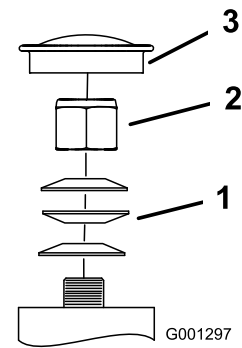

Figure 40
Important: Veillez à placer les rondelles comme illustré (Figure 40).
5. Remettez le capuchon anti-poussière en place (Figure 40).
3. Retirez le capuchon anti-poussière de la roue pivotante et serrez le contre-écrou (Figure 40).
4. Continuez de le serrer jusqu'à ce que les rondelles élastiques soient aplaties, puis desserrez-le de 1/4 de tour pour obtenir la précharge correcte des roulements (Figure 40).